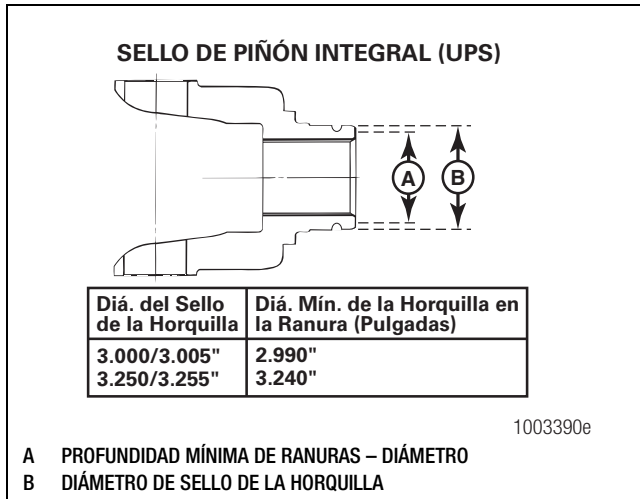

Figura 4.1
- **Si encuentra ranuras en la horquilla:** Use calipers para medir los diámetros de las ranuras. Si cualquier diámetro de ranura mide menos que las dimensiones indicadas en la Figura 4.1, reemplace la horquilla.